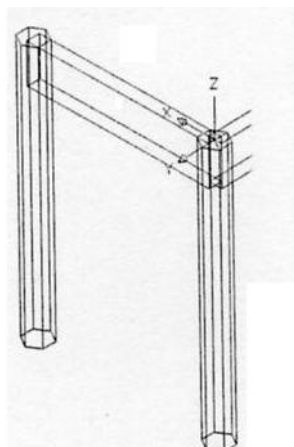

图 10-36 绘制纵向长方体辐条
10、按 Enter 键，创建完成的纵向长方体辐条如图 10-36 所示。按照同样的方法，创建用户坐标系，绘制其他两侧的长方体辐条。